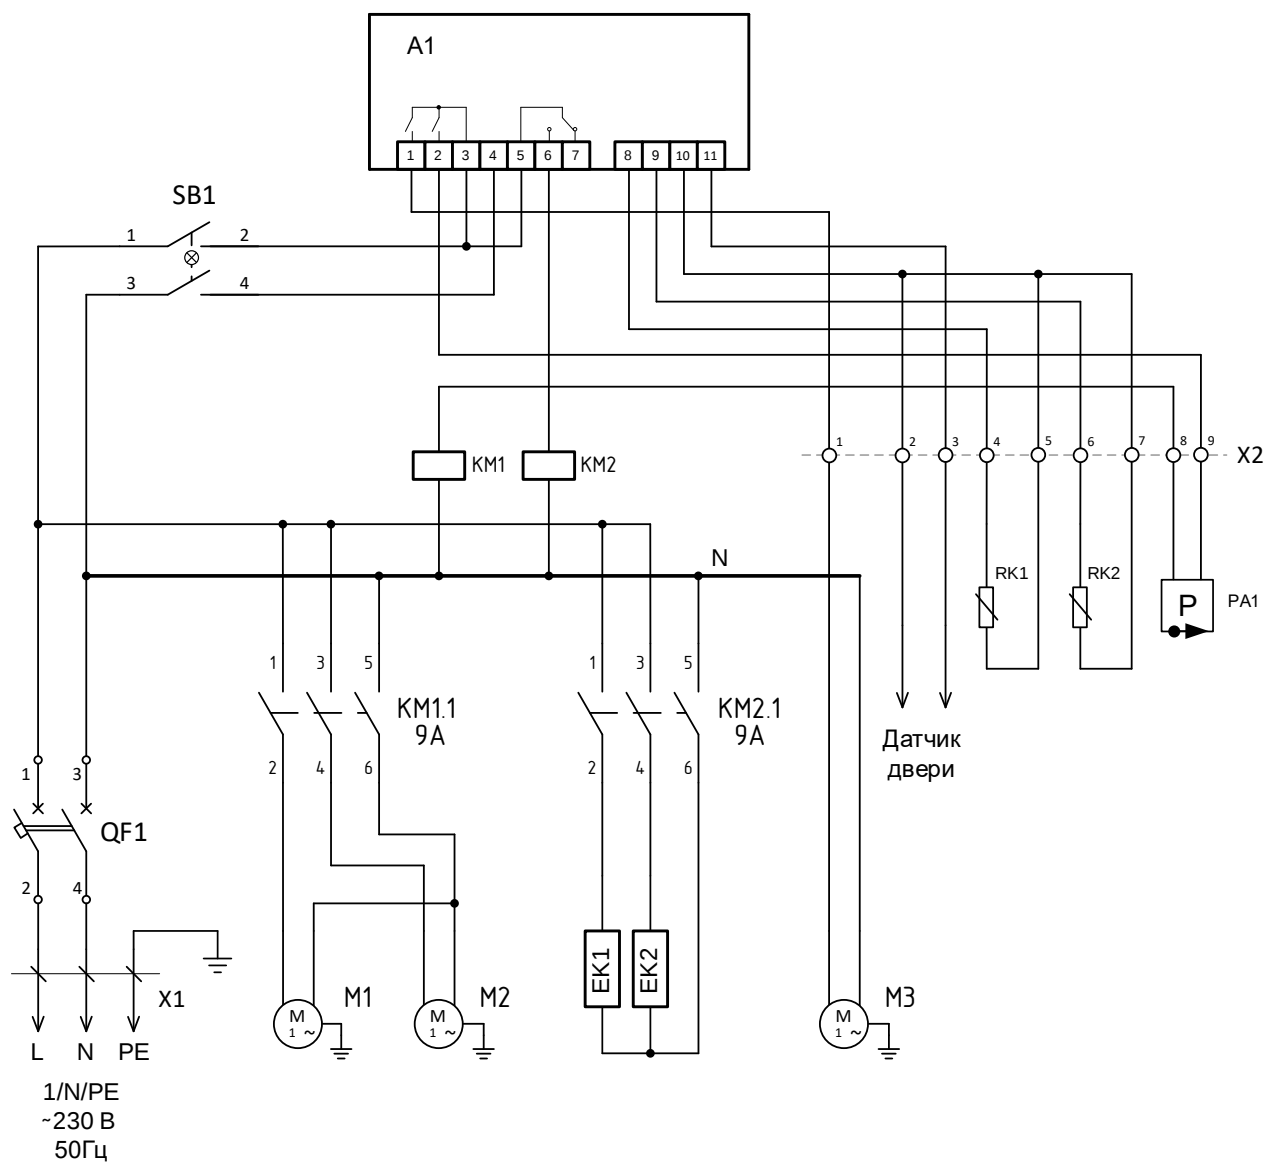

Рис. 10 Принципиальная электрическая схема моноблоков типа МБс
- установите новый шнур питания, аналогичный штатному шнуру питания (см. п. 15 настоящего Руководства), в соответствии со схемой на рис. 10.